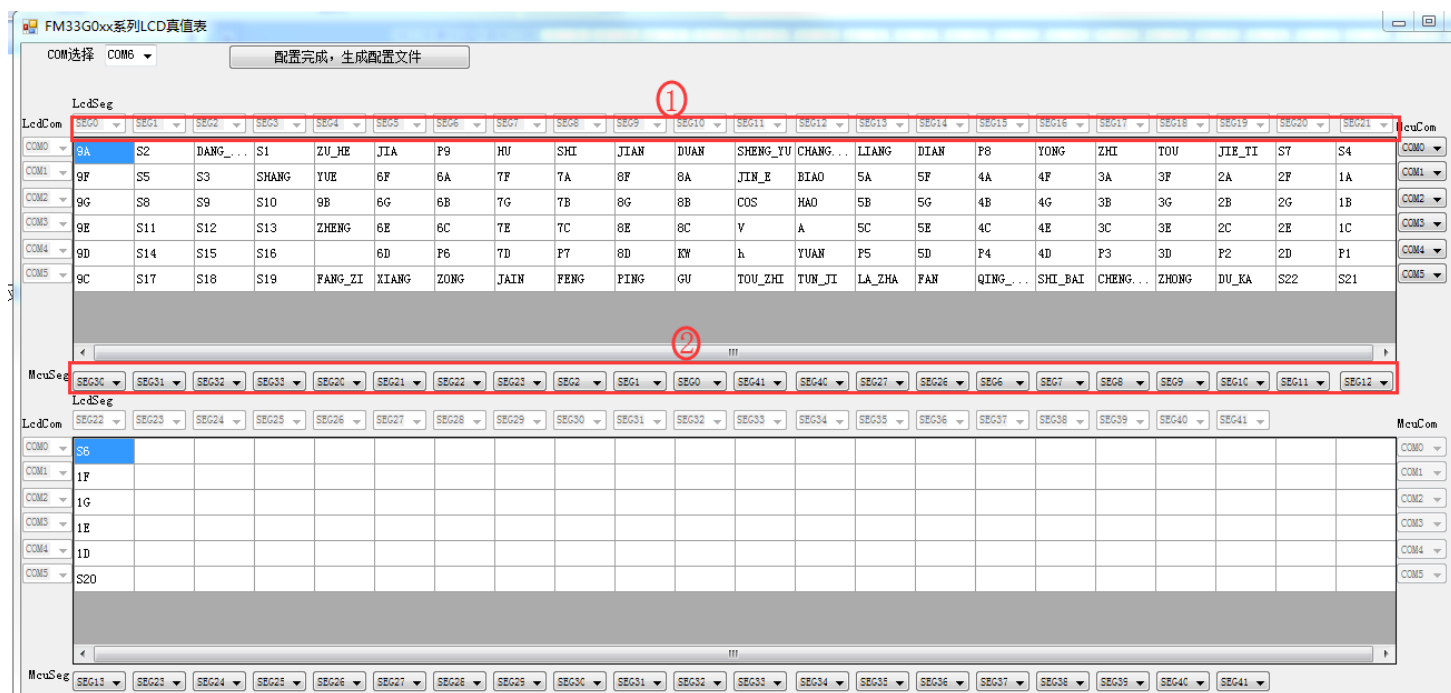

图 2-3 LCD 真值表.exe
- 打开 LCD 真值表.exe 文件，如图 2-3 所示
注：图 2-3 中①为 LcdSeg，即 LCD 真值表中 PIN。②为 McuSeg，即实际连接到 MCU PIN。